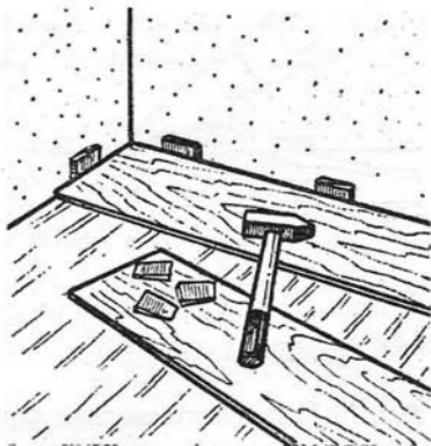

Рис. 39. Укладка первой половицы
2. Затем первую половицу и весь ряд, который укладывается пазом к стене, надо выровнять клиньями так, чтобы оставить 1,5 см воздушного зазора до стены (рис. 39).